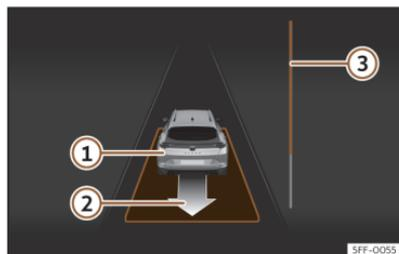

Abb. 153 Am Bildschirm des Kombi-Instruments: parallel zur Fahrbahn ausparken.
- Fahren Sie rückwärts, bis das Dauertonsignal des ParkPilot ertönt; **ODER:** fahren Sie zurück, bis am Bildschirm des Kombi-Instruments die Anzeige zur Vorwärtsfahrt erscheint. Die Fortschrittsanzeige >>> (**Abb. 153**)  zeigt den zurückzulegenden Abstand an.